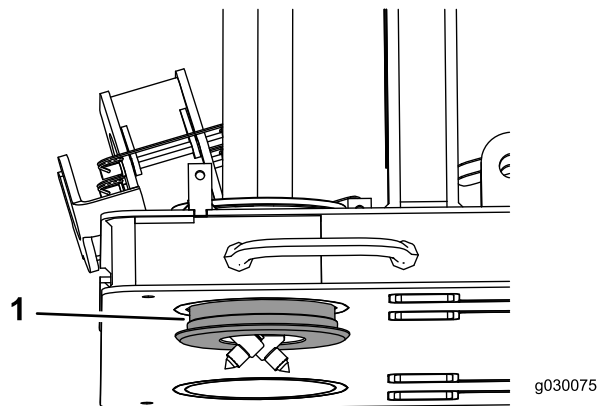

Рисунок 8
3. Вставьте направляющую стойки из-под нижней части платформы (Рисунок 8) и затяните болты.